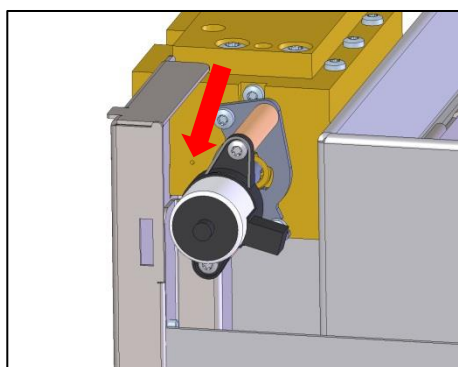

Fig. 52: Apertura per rabbocco livello
- Aggiungere lentamente con una siringa la quantità d'acqua potabile da rabboccare attraverso l'apertura laterale vicino alla valvola di commutazione (→ Fig. 52).